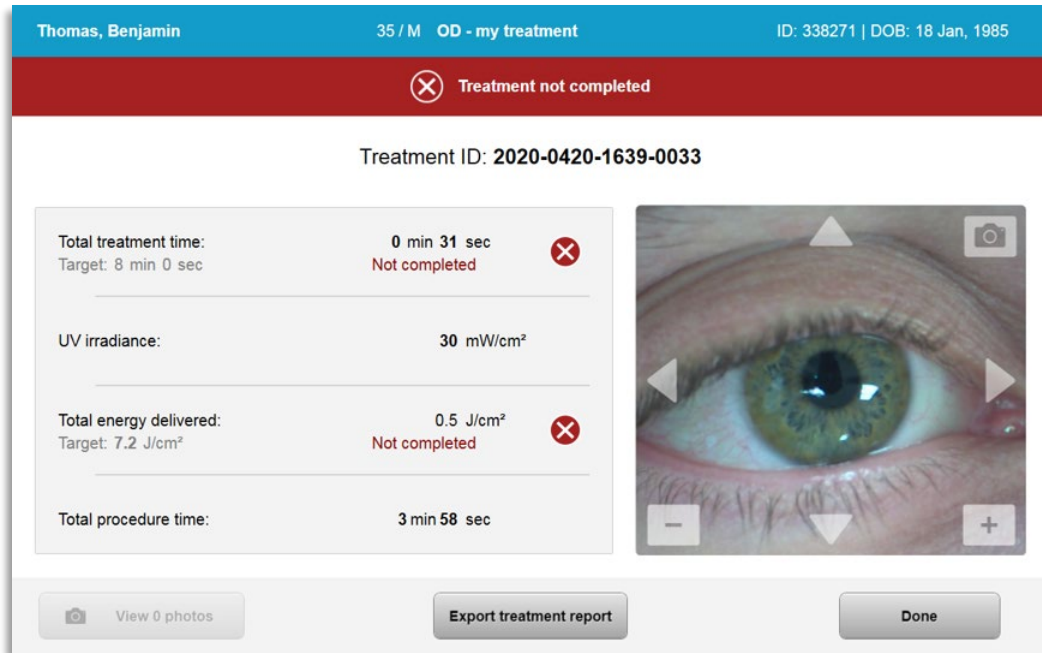

Figura 3-30. Tratamiento parcial no completado
- Seleccione "Aceptar" (OK) en la pantalla de confirmación Cancelar tratamiento (Cancel Treatment).
- Se mostrará la información del tratamiento parcial, tal como se muestra en la figura 3-30.